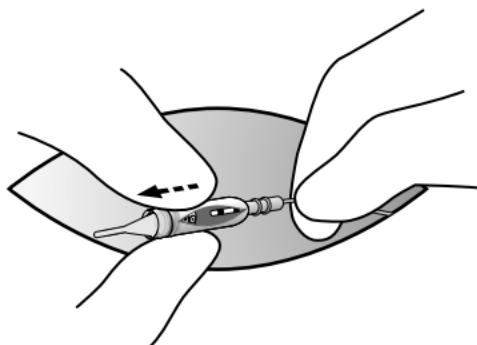

Afbeelding 6. Draai de stelschroef los.
6. Draai de stelschroef in het stelschroefconnectorblok met behulp van de momentschroevendraaier los (circa één slag linksom draaien) (Afbeelding 6).